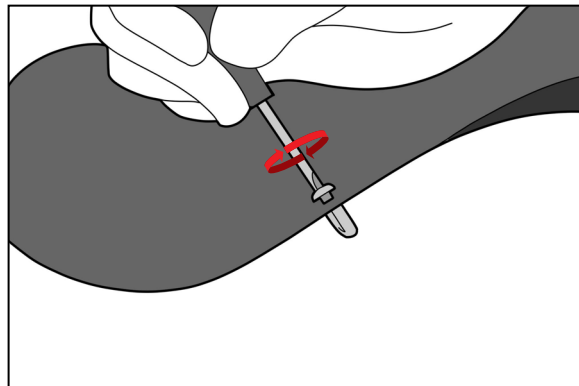

Fig. 1
1. Bruk en flat skrutrekker med 1/8"- blad til å fjerne den øvre skruen. (Fig. 1).